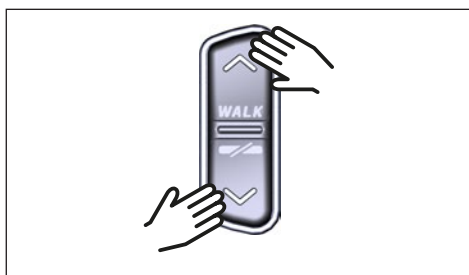

Fig. 6: Seleccionar modo de asistencia en el HPR Remote
- Con una **pulsación corta** en el botón ARRIBA de Remote (véase Fig. 6) aumenta el modo de asistencia.
- Con una **pulsación corta** en el botón ABAJO de Remote (véase Fig. 6) disminuye el modo de asistencia.
- Con una **pulsación larga** (>3 s) en el botón ABAJO de la Remote (véase Fig. 6), desconecta la asistencia del sistema de propulsión.